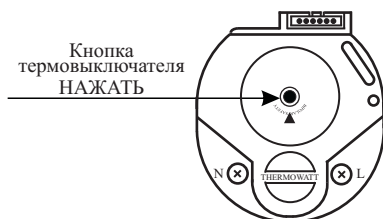

Рисунок 1 - Лицевая панель терморегулятора контроллера.
- Устройство электронного управления (в дальнейшем - контроллер) обеспечивает настройку температуры нагрева воды в баке и ее поддержание в процессе работы ЭВН. Кроме этого контроллер обеспечивает защиту ЭВН от поломок, в том числе от перегрева воды. Если, в случае неисправности, температура воды в ЭВН достигнет  $(90 \pm 5)^\circ\text{C}$  контроллер отключит прибор от сети электропитания (сработает встроенный в контроллер термовыключатель, см. рисунок 1). Также, контроллер выполняет дополнительные функции:
Для того, чтобы вернуть ЭВН в рабочее состояние необходимо: вынуть вилку из розетки, снять нижнюю крышку ЭВН и на лицевой панели терморегулятора (см. рисунок 1) с усилием нажать до щелчка кнопку термовыключателя твердым стержнем диаметром примерно 3 мм с тупым концом. В случае, если кнопка термовыключателя не нажимается и нет щелчка, подождите пока остынет вода в баке до установленной температуры и вновь нажмите на кнопку. Установите нижнюю крышку ЭВН на место.